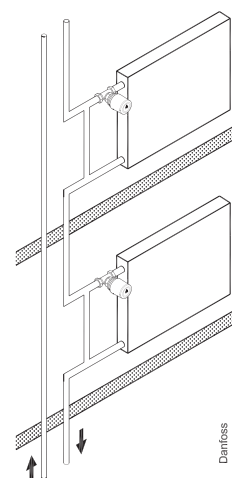

Fig. 2:
1. Un bypass doit être installé (figure 2). La taille du tuyau de bypass est généralement inférieure à celle du tuyau principal.